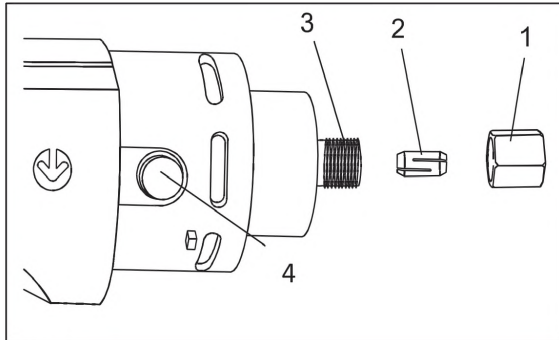

Рис. 8
- 2.Нажмите и удерживайте кнопку блокировки шпинделя 4 (Рис. 8).
- 4.Установите или замените цангу 2 в паз 3 (Рис. 8).